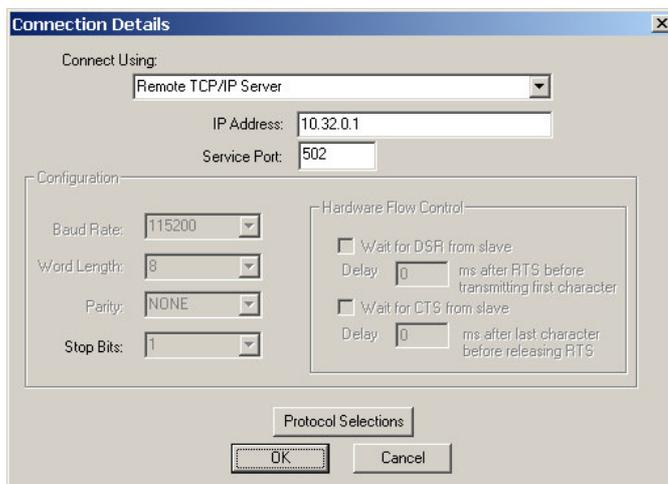

Рисунок 2.17 – Диалоговое окно «Connection Detail»
- в поле «Service Port:» ввести значение «502», см. рисунок 2.17;